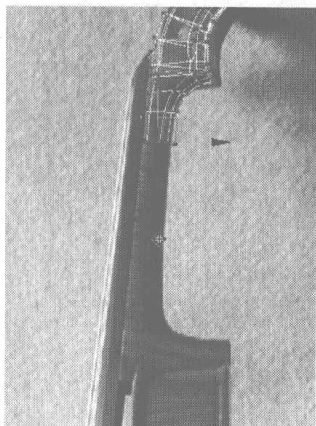
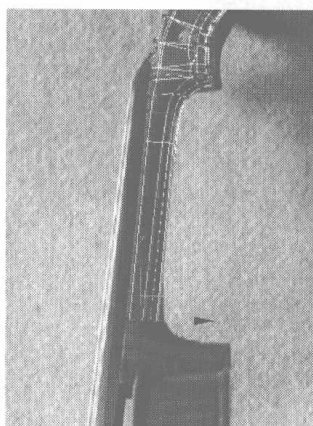
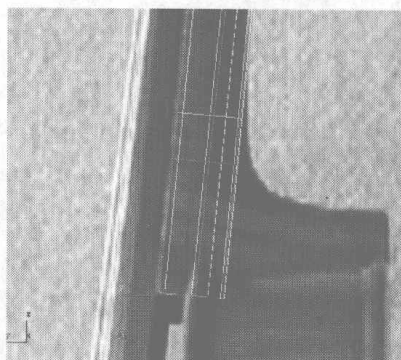

图 5.268
图 5.269
图 5.271
- 02** 选择如图 5.268 所示的点，调整到如图 5.269 所示的位置。选择如图 5.270 所示的曲线，按住 Shift 键向下拖动，复制出如图 5.271 所示的边沿。